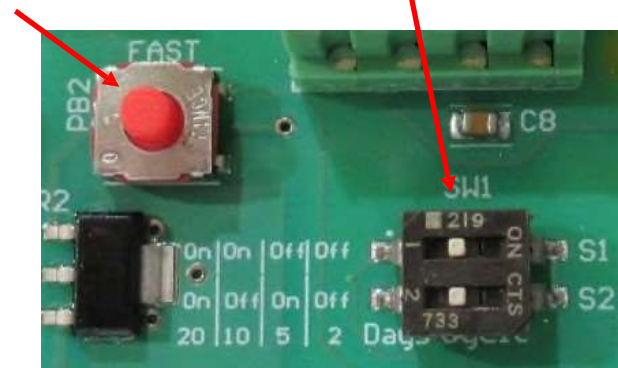

Figura 5: Interruptor DIP de Ciclo y Modo Rápido
- 5) Vea la Tabla 2 y la Figura 5 a continuación para conocer las combinaciones de las posiciones S1 y S2 para las frecuencias de ciclo deseadas (el interruptor que se muestra está configurado para un ciclo de 5 días: S1-APAGADO, S2-ENCENDIDO).